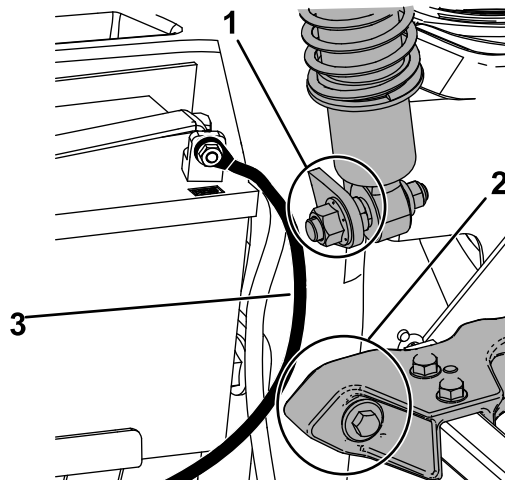

Figure 52
**Remarque:** Sur les machines MyRide, assurez-vous que le câble de masse ne frotte pas contre le bras tiré ou le support d'amortisseur inférieur (Figure 52).